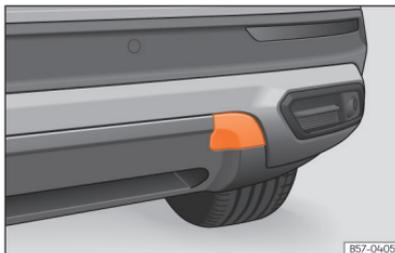

Fig. 199 No lado direito do para-choques traseiro: retirar a tampa.
»» **Fig. 199.**
- Pressione a zona superior da tampa »» **Fig. 199** para desencaixá-la.